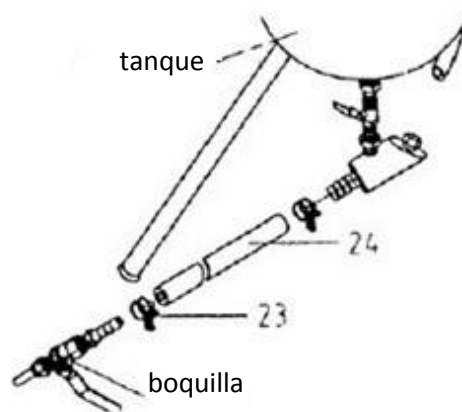

Figura 6
6. Consulte la Figura 6 para conectar la válvula dosificadora de arena (elemento 4) a la válvula de cierre de la boquilla (paso 5). Coloque abrazaderas de manguera (23) sobre cada extremo del tubo de arena (24). Sujete un extremo de la manguera al conector de salida de arena (22) y sujete el otro extremo al adaptador (25). Ambos extremos de la manguera deben estar firmemente asentados en los conectores. Deslice las abrazaderas a lo largo de la manguera hasta cada conexión y apriételas firmemente para que el sistema quede hermético y pueda soportar presiones de 65 a 125 PSI.